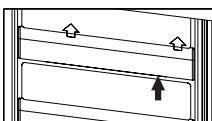

Fig. 5
- Empuje el anaquel con fuerza moderada hacia arriba, y extraígalo del aparato. (Aplica solo para CR 121). Ver Fig.5.